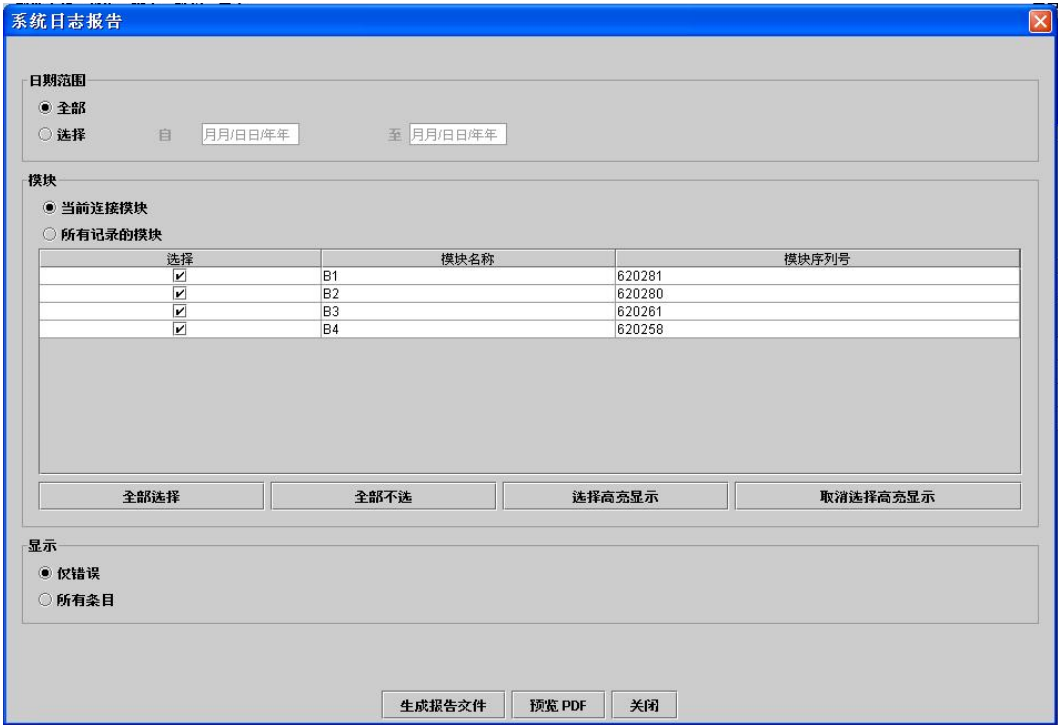

图5-7 “系统日志报告”窗口
- 1. 在”GeneXpert Dx System”窗口中，点击菜单栏中的”报告”，然后点击”系统日志”。出现”系统日志报告”对话框（图5-7）。